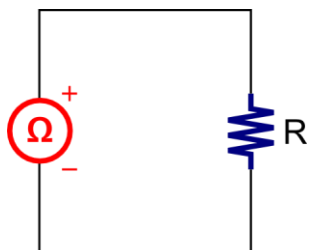

Figura 1. Circuito de medición de resistencias.
2. Construya el circuito de medición de la Figura 1. Mida la resistencia y anótela en la Tabla 1.